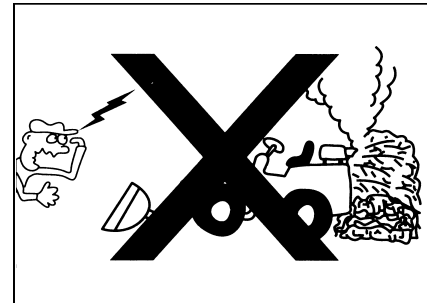

Рис.1-29
- При работе погрузчика если выпускное сопло шумоглушителя приближается к сухим травам, старым бумагам и другим легковоспламеняющимся предметам, возможно, возникает пожар. Поэтому, при работе на вышеуказанных местах уделять особое внимание этому (рис. 1-29).